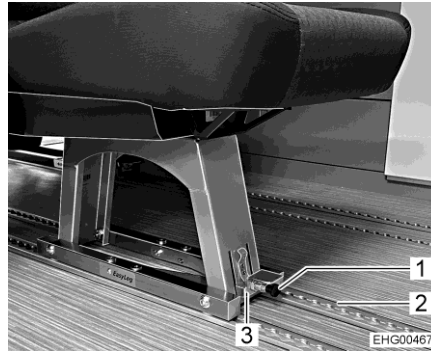

Bild 6 Einzelsitz (arretiert)
- Schwarzen Griff (Bild 6,1) nach vorn ziehen.
- Metallbügel (Bild 6,3) nach oben ziehen.
Der Einzelsitz/die Doppelsitzbank kann jetzt in der Schiene (Bild 6,2) verschoben oder aus der Schiene herausgehoben werden.